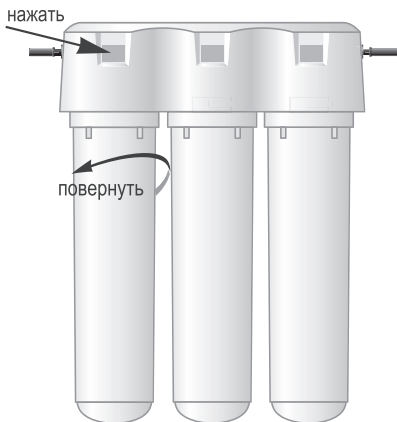

Рис. 5
- перекройте воду перед Водоочистителем Фонтанчик и откройте кран-поилку (5), чтобы сбросить давление.
- нажав до упора и удерживая стопорную кнопку на блоке коллекторов (13) водоочистителя, поверните использованный фильтрующий модуль против часовой стрелки (рис. 5);